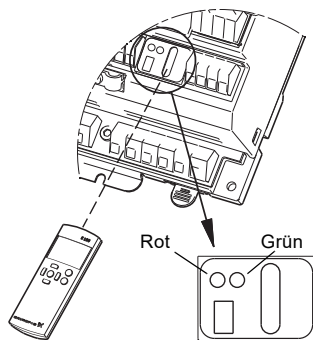

Abb. 7 Meldeleuchten
1. R100 gegen IO 351 richten und [OK] drücken. Siehe Abb. 7.
Siehe Abb. 7.